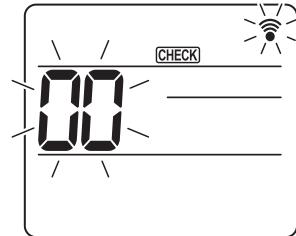
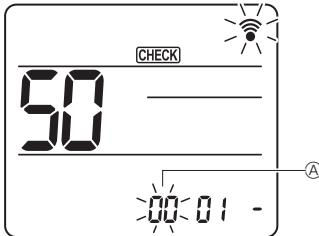
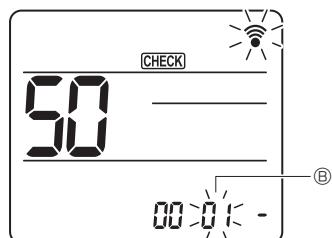
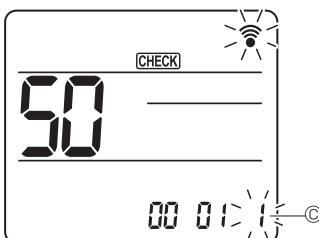

Fig. 7-18
Fig. 7-19
Fig. 7-20
Fig. 7-21
7.4.2. Voor draadloze afstandsbediening (Fig. 7-18, Fig. 7-19, Fig. 7-20, Fig. 7-21)
① Ga naar de modus voor functieselectie
[CHECK] wordt verlicht en "00" knippert. (Fig. 7-18)
Druk op de toets **[▼]** om het unitnummer **Ⓐ** in te stellen. (Fig. 7-19)
Druk op de toets **[▼]** om het modusnummer **Ⓑ** in te stellen. (Fig. 7-20)
Wijzig het instellingsnummer **Ⓒ** met de toets **[▼]**. (Fig. 7-21)